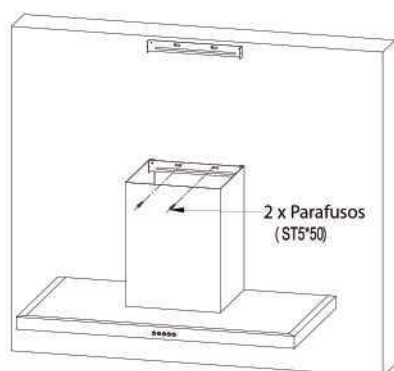

Fig.7
- Depois de conectar o tubo de exaustão, coloque o suporte de instalação da chaminé para evitar que o corpo do produto caia acidentalmente do suporte de instalação (fig.7).